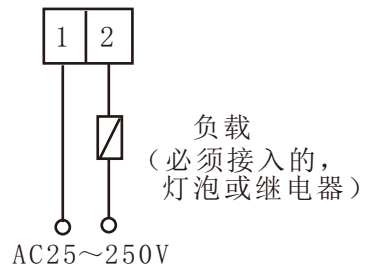

图7 AC25~250V
- AC25~250V供电时两线制的系统连线如图7所示。（注意：必须接负载，否则将损坏电子模块，并且负载不能太小，不能用太灵敏的继电器。）